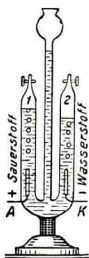

Abb. 333
1. Das Wasser wird vom elektrischen Strom in zwei Gase zersetzt. Zur genaueren Untersuchung dieser Gase dient der Hofmannsche Wasserzersetzungsapparat (Abb. 333).